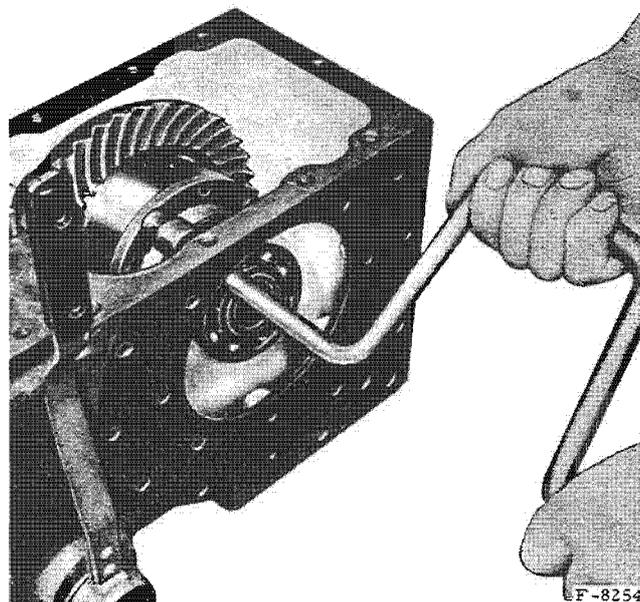

Fig. 23. - Démontage de la partie gauche du boîtier de différentiel.
- Après les avoir défreinés, dévissez les écrous des vis de fixation du boîtier de différentiel (fig. 23).